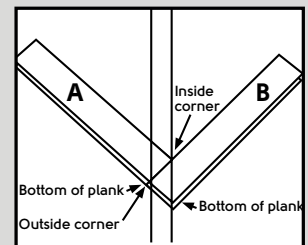

Fig. 5
5. Este es el ángulo de inicio. Nota: En todas las paredes o puntos de contacto vertical es necesario colocar separadores de 5 mm (fig. 5).
6. Alinee la esquina exterior del tablón «A» con la esquina interior de la línea opuesta (fig. 5).